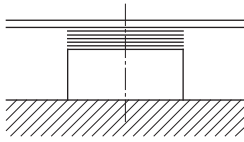
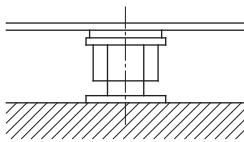

Fig. 6: Ausgleichsscheiben auf der Fundamentoberfläche
Fig. 7: Nivellierschrauben auf der Fundamentoberfläche
- Auf jedes Schraubloch auf der Fundamentoberfläche Ausgleichsscheiben (ca. 20–25 mm dick) legen (siehe Fig. 6). Alternativ können auch Nivellierschrauben verwendet werden (siehe Fig. 7).